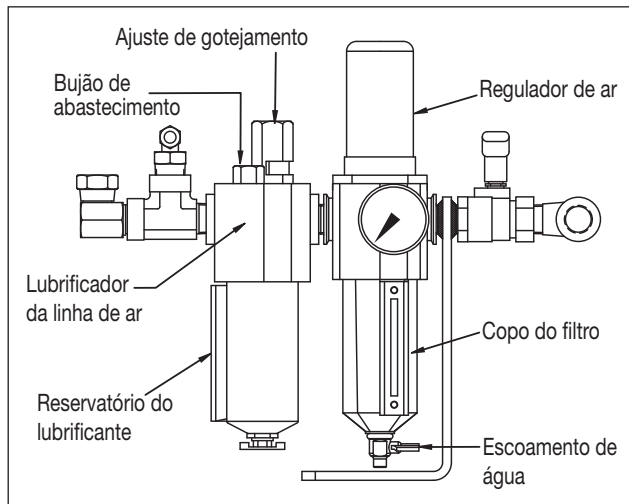

Figura 7, Lubrificador da Linha de Ar e Filtro/Regulador
6.4.1 Filtro/regulador da Linha de Ar (Veja a Figura 7)